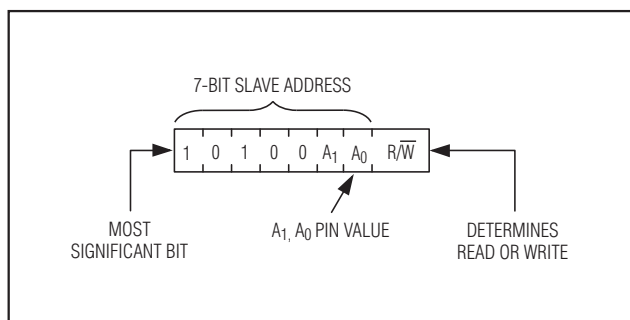

图10. DS3881的从地址字节
**从机地址字节：**I2C总线上的每个从机均响应在开始条件后立即发送的从机寻址字节。从机寻址字节(图10)包括7位高有效位的从机地址和最低有效位的R/ $\bar{W}$ 位。DS3881的从机地址为10100A1A00(二进制)，其中，A0和A1为地址引脚(A0和A1)的值。地址引脚允许器件应答四种可能的从机地址。通过写入正确的从机地址，并设置R/ $\bar{W}$  = 0，主机向从机写入数据。如果R/ $\bar{W}$  = 1，主机将从从机读取数据。如果写入了错误的地址，DS3881则假设主机与另一个I2C设备通信，在发送下一个开始条件之前不参与数据通信。